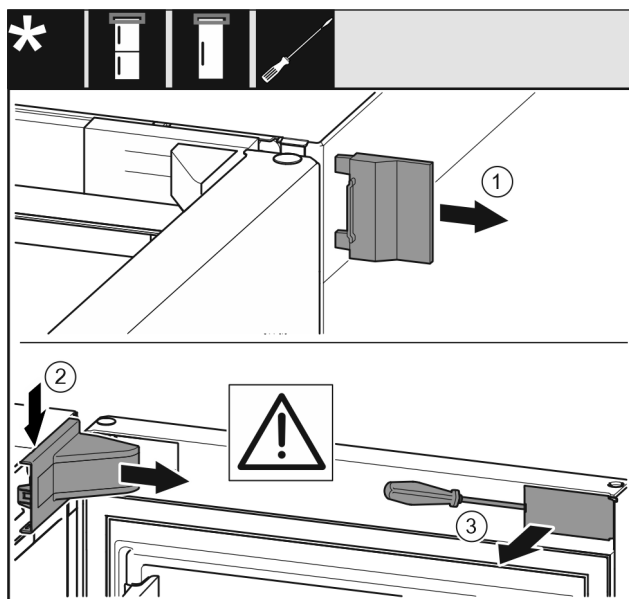

Fig. 8
- Odoberte vonkajší kryt. Fig. 8 (1)
- Odistite a uvoľnite kryt ložiskovej konzoly. Odoberte kryt ložiskovej konzoly. Fig. 8 (2)
- Kryt odistite plochým skrutkovačom a vyklopte nabok. Fig. 8 (3)